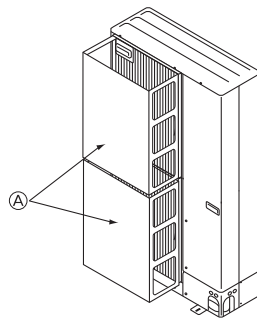

Fig. 2-4
- ② Installieren Sie eine als Sonderzubehör erhältliche Luftauslaßführung, wenn die Anlage an einem Aufstellort installiert ist, an dem die Gefahr besteht, daß starker Wind direkt in die Luftaustrittsöffnung bläst. (Fig. 2-4)